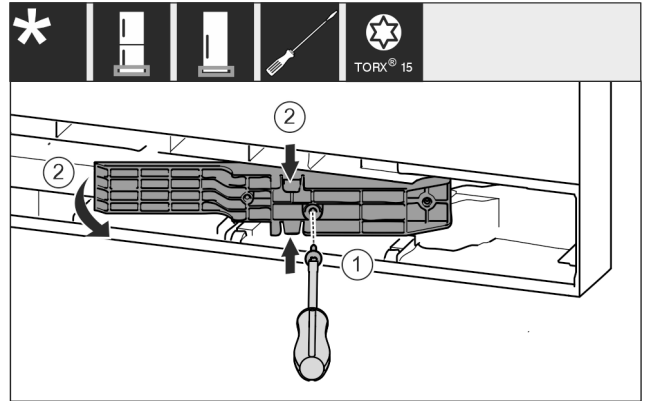

Fig. 18 \*
- ▶ Atskrūvējiet skrūves ar skrūvgriezi T15. Fig. 18 (1)\*
- ▶ Izvelciet adapteri. Fig. 18 (2)\*